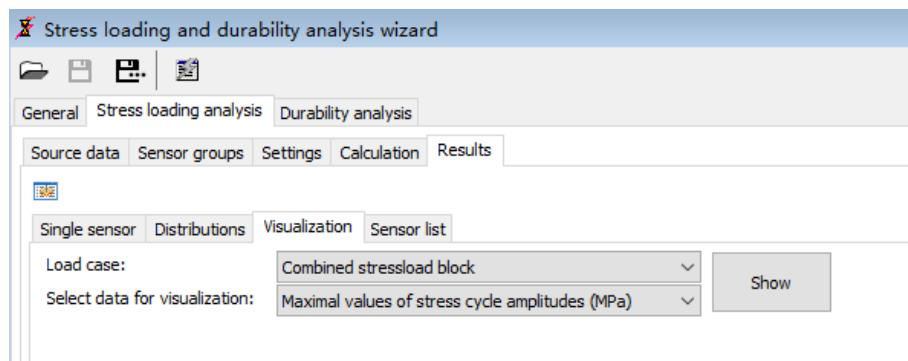

图 2.27
7. 设置 Select data for visualization 为 Maximal values of stress cycle amplitudes (Mpa)，如图 2.27 所示。